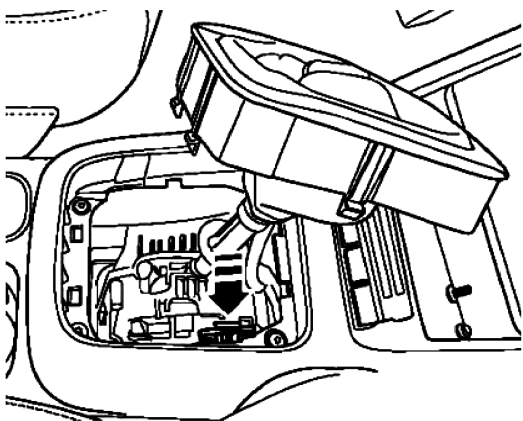

图 9-4-3 变速杆的紧急解锁
- 3) 如图 9-4-3 所示, 沿“箭头”方向按压黄色塑料楔, 此时按下变速杆手柄上的